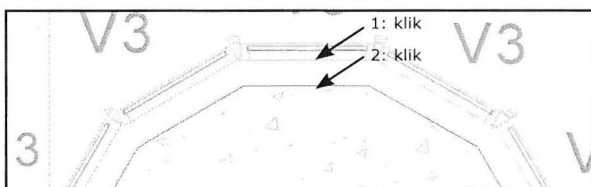
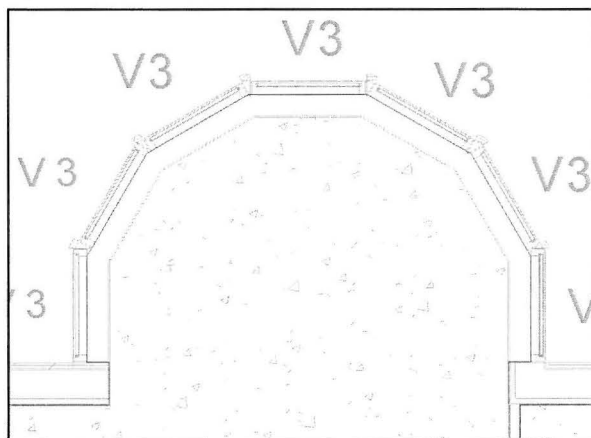

Fig. 08.53.
Fig. 08.54. Rediger linierne i karnappen, som vist her.
- Brug *Align* til at få linierne ud til vinduerne i buen (Fig. 08.53) (På nær i enderne hvor de møder facademuren (Fig. 08.54)).